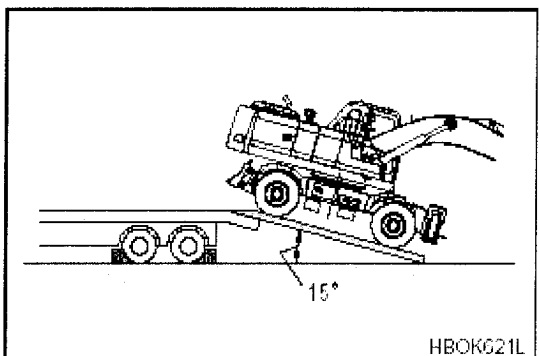

Figura 3
4. No es necesario desmontar la unidad para el transporte rutinario por carretera. Si el brazo de grúa y el mango de la cuchara tienen que desmontarse, se concentrará más peso en la parte posterior de la máquina. Para introducir la excavadora dentro del remolque, haga que el extremo del contrapeso de la máquina sea el primer elemento en colocarse sobre la rampa. (Figura 3).